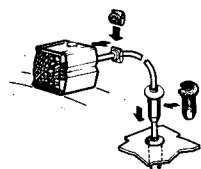

Fig. 8
- 6) Sistemare gli appositi passacavi sul retro della scatola e sul cruscotto oltre al tappino sul foro cacciavite (fig. 8).